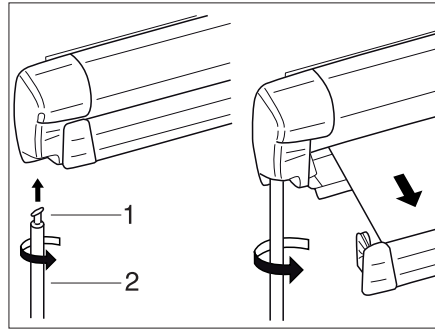

Fig. 36 Toldillo
- Colgar el gancho (Fig. 36,1) de la varilla de manivela (Fig. 36,2) en la argolla de engranaje y girar en 90°.